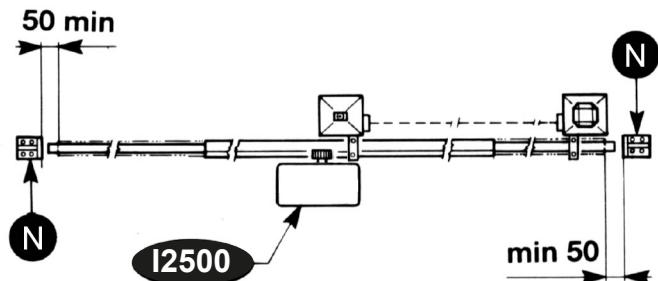
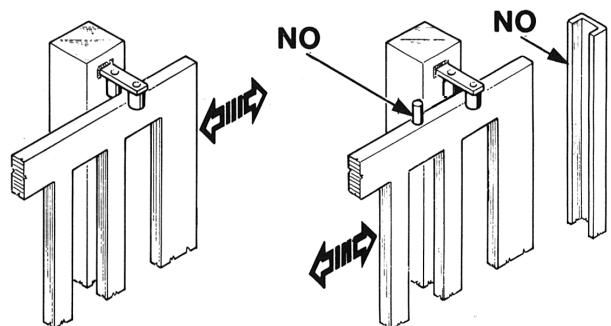

FIG. 2
FIG. 3
Outre les fins de course présents sur l'opérateur, il est nécessaire d'installer des butées mécaniques fixes à l'extrême de chaque course de sorte à arrêter le portail en cas de dysfonctionnement des fins de course électriques. Pour cela, les butées mécaniques doivent être dimensionnées de sorte à supporter la poussée statique du moteur ajoutée à l'énergie cinétique du portail (N) (Fig.2). Les poteaux du portail doivent avoir des glissières anti-dérapage sur la partie supérieure (Fig. 3), afin d'éviter tout décrochage accidentel.
**N.B.: Éliminer les arrêts mécaniques du type indiqué, décrit dans la figure 3.**